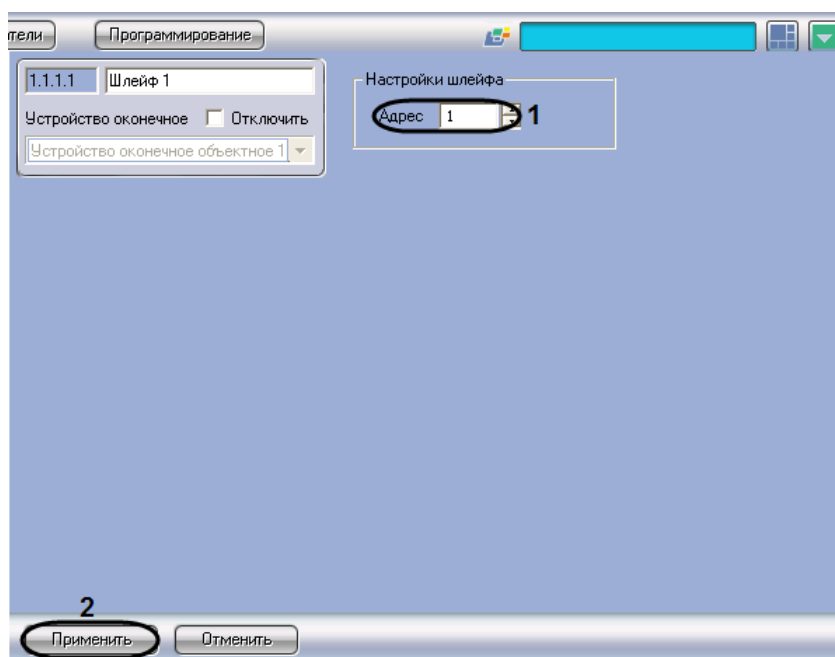

Рис. 3.7-2 Настройка шлейфа сигнализации, подключенного к УОО
Регистрация в ПК *Интеллект* шлейфа сигнализации, подключенного к УОО, производится на панели настройки объекта **Шлейф**. Данный объект создается на базе объекта **Устройство оконечное объектное** на вкладке **Оборудование** диалогового окна **Настройка системы** (Рис. 3.7-2).
1. Перейти на панель настройки объекта **Шлейф** (Рис. 3.7-2).
2. В поле **Адрес** ввести с помощью кнопок **вверх-вниз** адрес (от 1 до 64) шлейфа сигнализации, подключенного к УОО (см. Рис. 3.7-2, 1).
3. Для сохранения внесенных изменений нажать кнопку **Применить** (см. Рис. 3.7-2, 2).